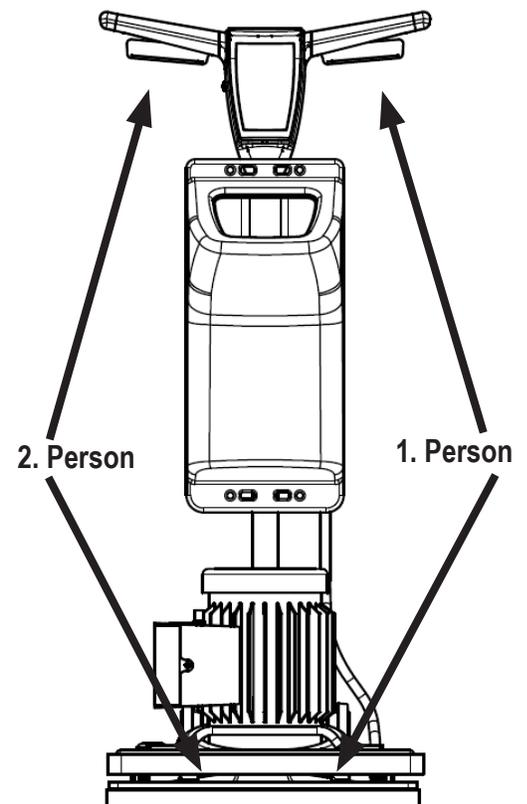

Abbildung 2
3. Greifen Sie die Maschine an den Hebepunkten (siehe *Abbildung 2*) und stellen Sie die Maschine auf die Ladefläche.